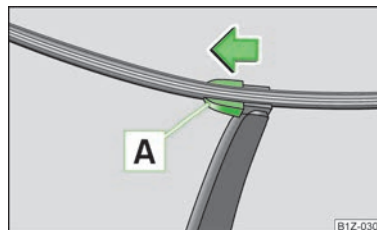

Fig. 37
- Ridicați brațul ștergătorului de pe geam și poziționați lamela astfel încât să formeze un unghi drept cu brațul ștergătorului » fig. 37.
- Așezați lamela pe brațul ștergătorului și blocați siguranța  » fig. 37.